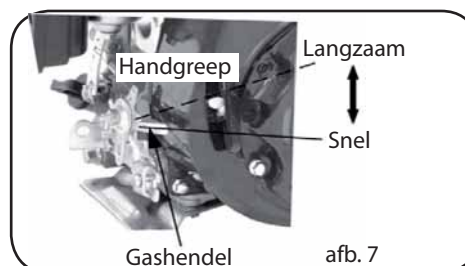

afb. 6
2. Zet de chokehendel op OFF (Afb. 6).